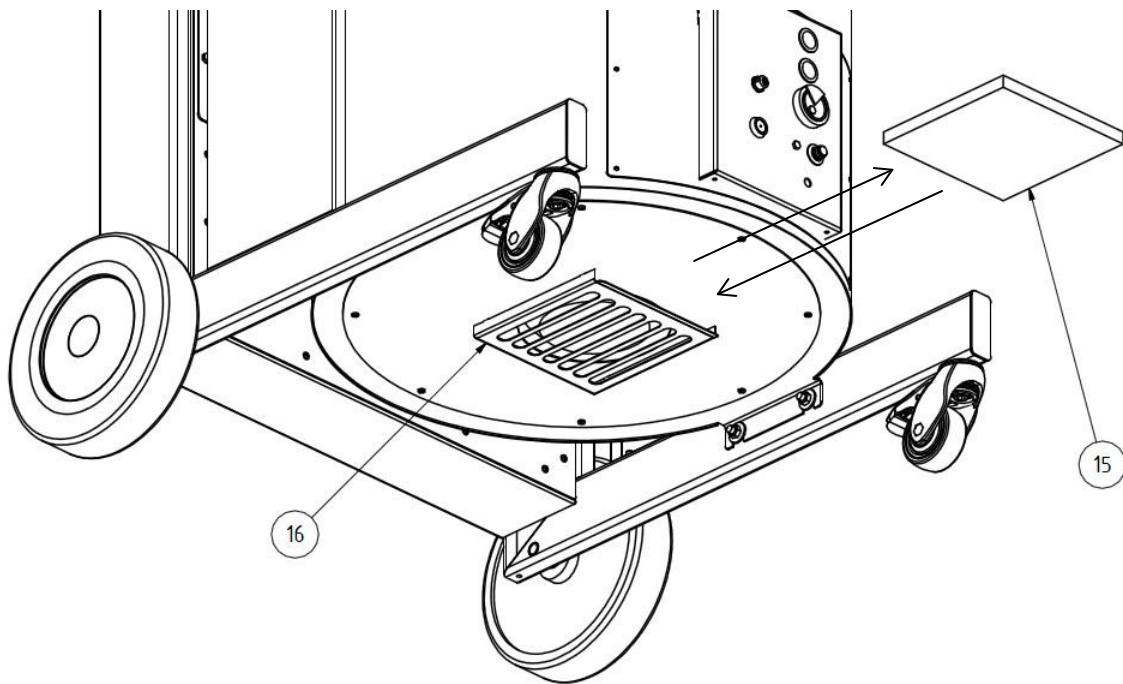

Abbildung 6, Ansaugfilterwechsel
- Ziehen Sie den Ansaugfilter (Abb. 6, Pos. 15) nach vorne aus Ansaugfilterhalterung (Abb. 6, Pos. 16) und stecken Sie ihn in den Müllbeutel.